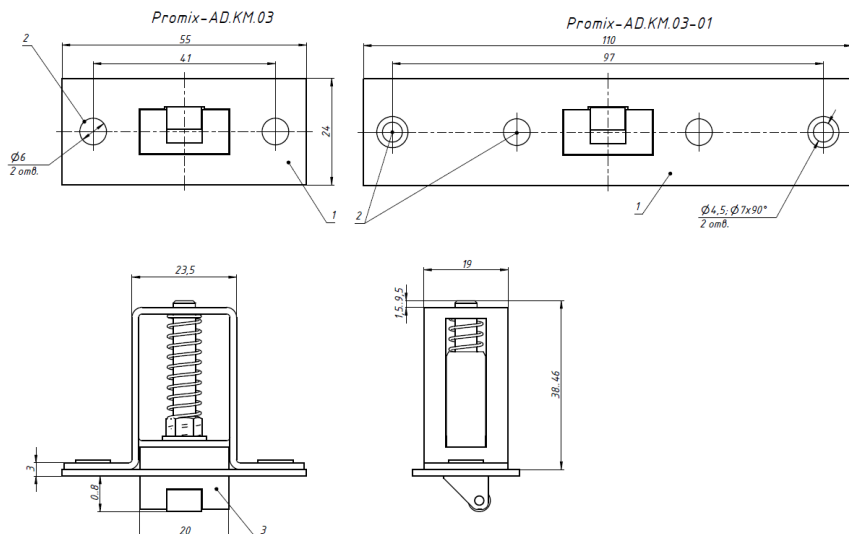

Рис.2 Габаритные и установочные размеры защелки
- 1) Разметить места крепежных отверстий (2) защелки, просверлить.
- 2) Приложить защелку лицевой пластиной (1) к выполненным в п.1 отверстиям и разметить контур лицевой части защелки и корпуса.
- 3) Выполнить отверстие для установки корпуса глубиной не менее 50 мм (рис.2).
- 4) Если необходимо, выполнить обнжение для лицевой пластины (1).